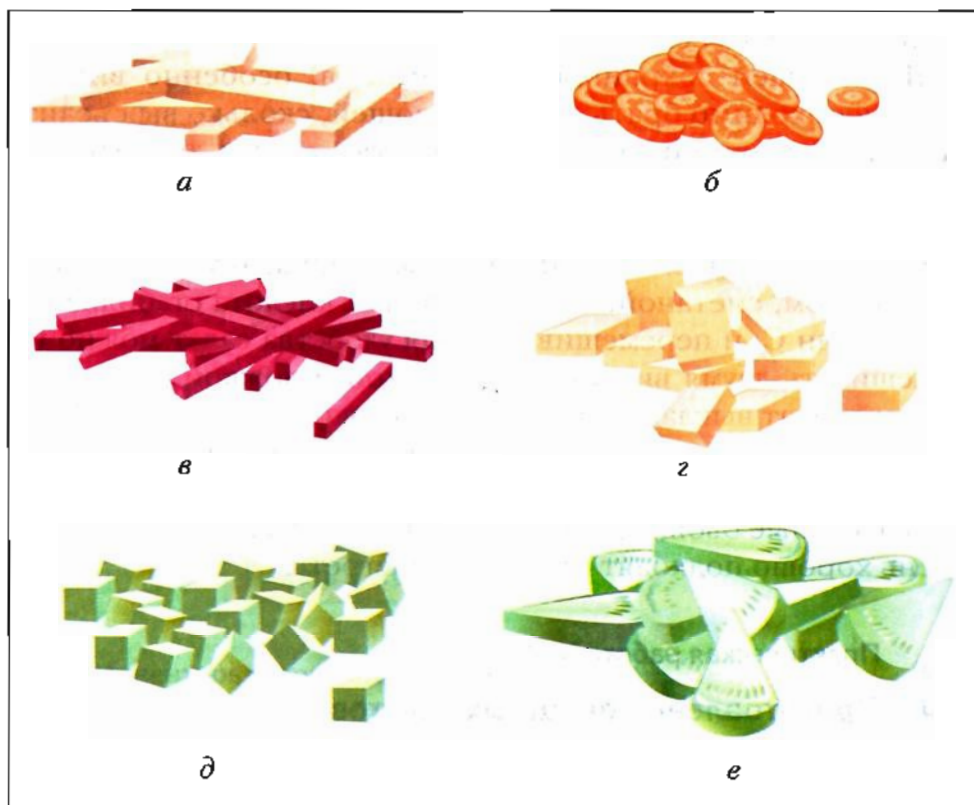

Рис. 73. Способы нарезки овощей: *а* – брусочками, *б* – кружочками, *в* – соломкой, *г* – шашками, *д* – кубиками, *е* – дольками
2. Нарезка овощей. Следует обратить внимание на то, что все продукты, входящие в салат, должны быть нарезаны кусочками одинакового размера. При этом все они равномерно пропитываются, а салат выглядит привлекательным и аппетитным (рис. 73).